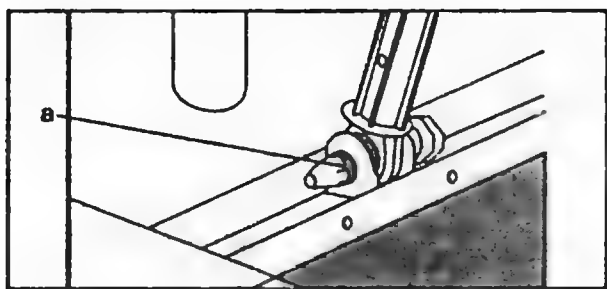

Рис. 3.9.1.23. Узел крепления амортизатора
- Вынимают палец из узла крепления амортизатора к баку, отжав защелки на остром конце штифта (поз. а, рис. 3.9.1.23);
- Вынимают палец из узла крепления амортизатора к корпусу стиральной машины (рис. 3.9.1.23).
- Отжав крепежный хомут на входном штуцере сливного насоса, сдвигают его назад (поз. с, рис. 3.9.1.20);